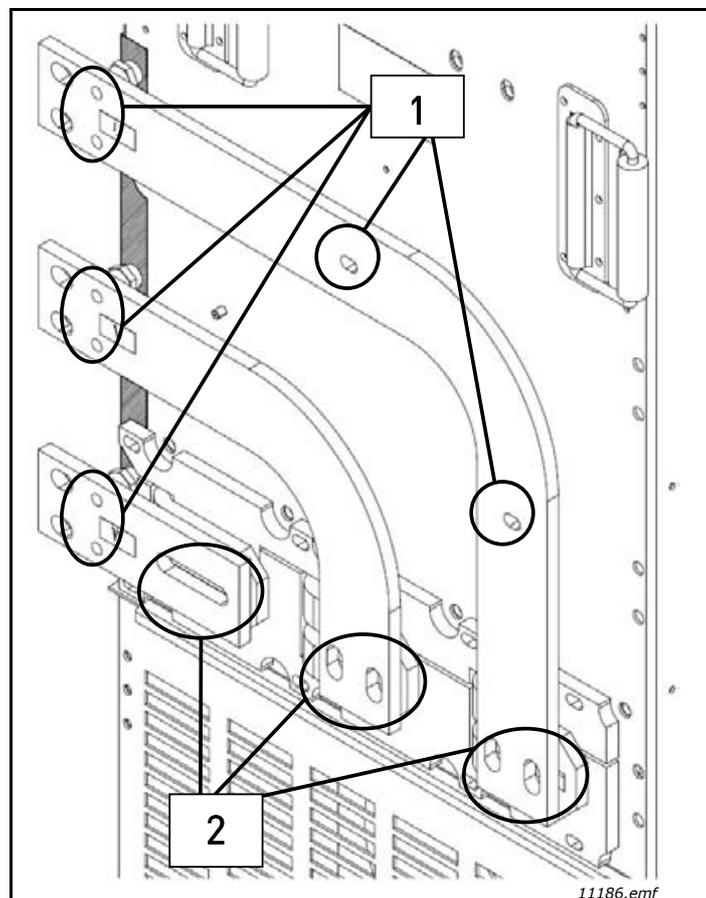

Figure 34. Raccordement côté gauche
5. Placez les barres bus comme sur la Figure 34.
6. Fermez les fixations portant le numéro 2 dans la Figure 34.
7. Fermez les fixations portant le numéro 1 dans la Figure 34.